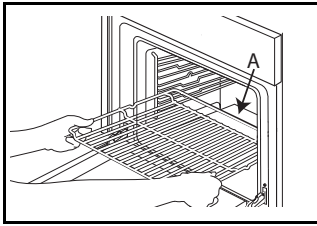

Abb. 1
1. Schieben Sie den Rost mit dem erhöhten Teil „A“ nach obenweisend waagrecht ein (Abb. 1).